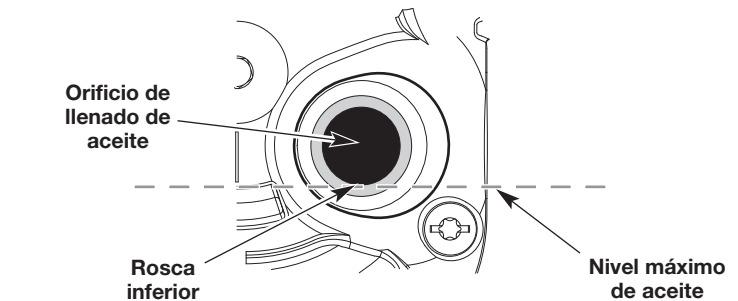

Fig. 17
5. Observe el interior del orificio de llenado de aceite; use una linterna si es necesario. **El nivel de aceite sólo debe tocar la rosca inferior del orificio de llenado de aceite** (Fig. 17).